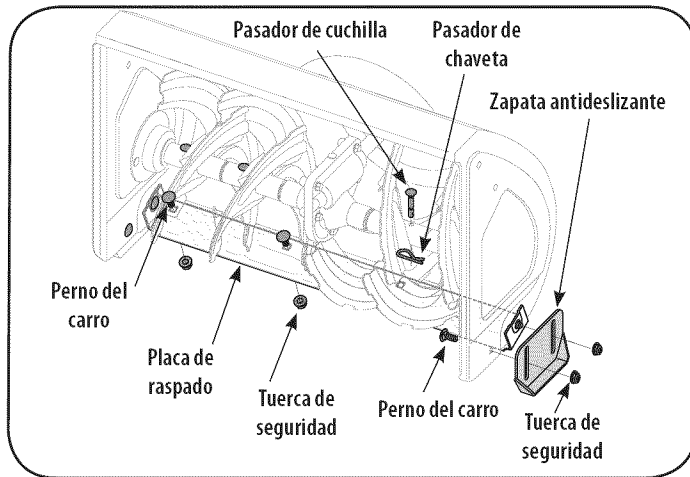

Figura 17
1. Quite los pernos de carro y las tuercas que aseguran cada zapata antideslizante a la caja de la máquina quitanieve. Vea la Figura 17.
3. Retire ambas zapatas antideslizantes y los pernos del carro y las tuercas que unen la placa de raspado a la caja de la máquina quitanieve. Por la ubicación de la placa de raspado, consulte la Figura 17.